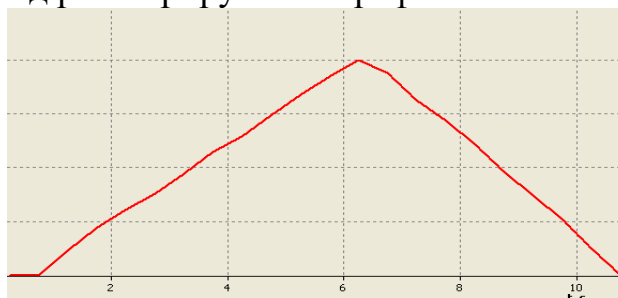

Рис. 3
7. Нормальный вид регистрируемого графика показан на рис. 3.